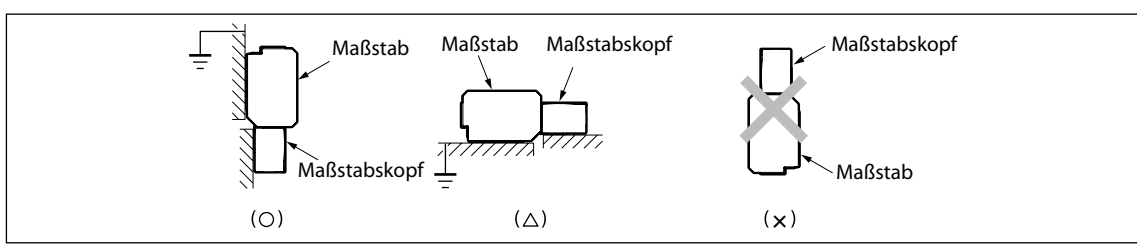

Abb. 3-2
- Ist die Oberseite nicht verfügbar, richten Sie ihn horizontal aus. (Abb. 3-2)